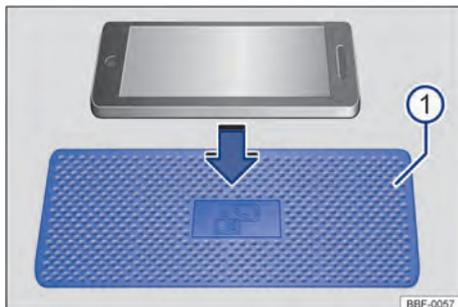

Fig. 109 Porta-objetos com esteira para a função de carga sem fio. O símbolo no tapete de revestimento pode ter uma aparência diferente em alguns veículos.
Dependendo da versão do veículo, a área de carregamento → Fig. 109 ① para a função de carregamento sem fio está localizada no centro do console central ou no compartimento de armazenamento na área entre os bancos da frente.